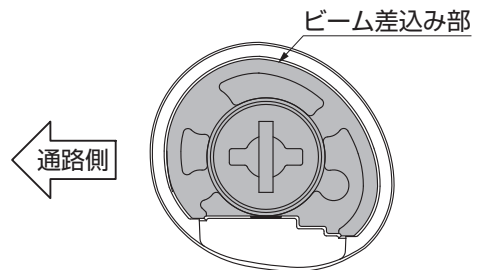

図6-2 A部詳細
- フリージョイントA部には向きがあります。(図6-2参照)